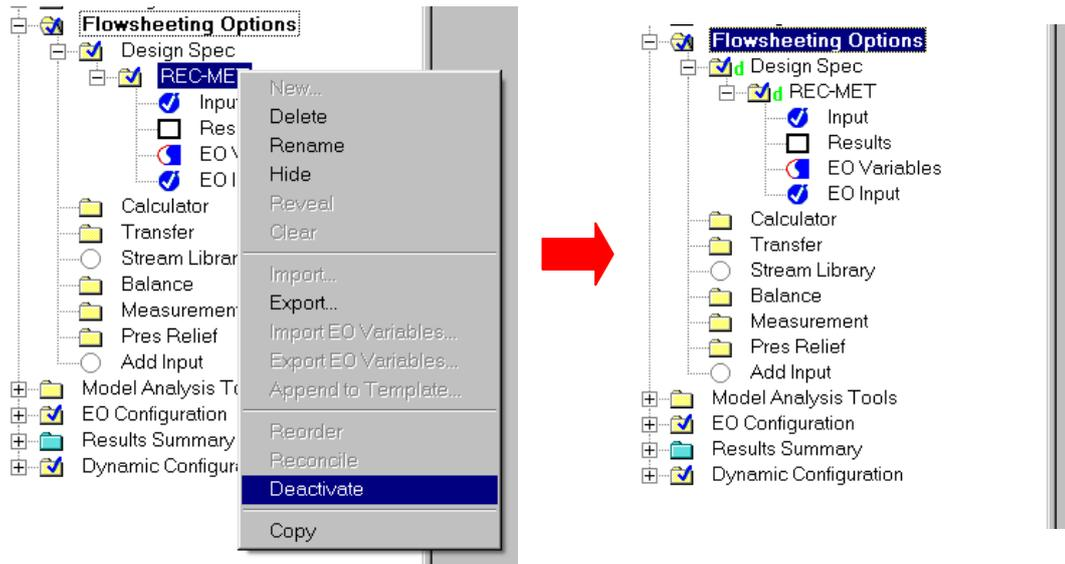

Figura 57. Desactivación de una especificación de diseño
**Nota:** Es posible desactivar una especificación de diseño para que no se ejecute en una simulación. Para ello pulsamos con el botón derecho sobre la especificación de diseño y seleccionamos *Desactivate* (Figura 57). Aparecerá una *d* en color verde sobre la especificación indicando que está desactivada. Para activarla de nuevo volvemos a pulsar con el botón derecho sobre ella y pulsamos *Activate*.